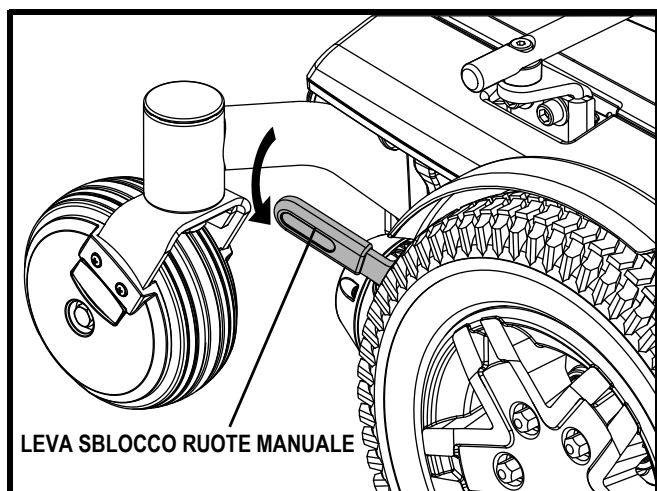

Figura 8. Modalità di sblocco ruote (Trazione disattivata)
1. Premere entrambe le leve di sblocco ruote per liberarle (motore guida disattivato). Vedere la figura 8.